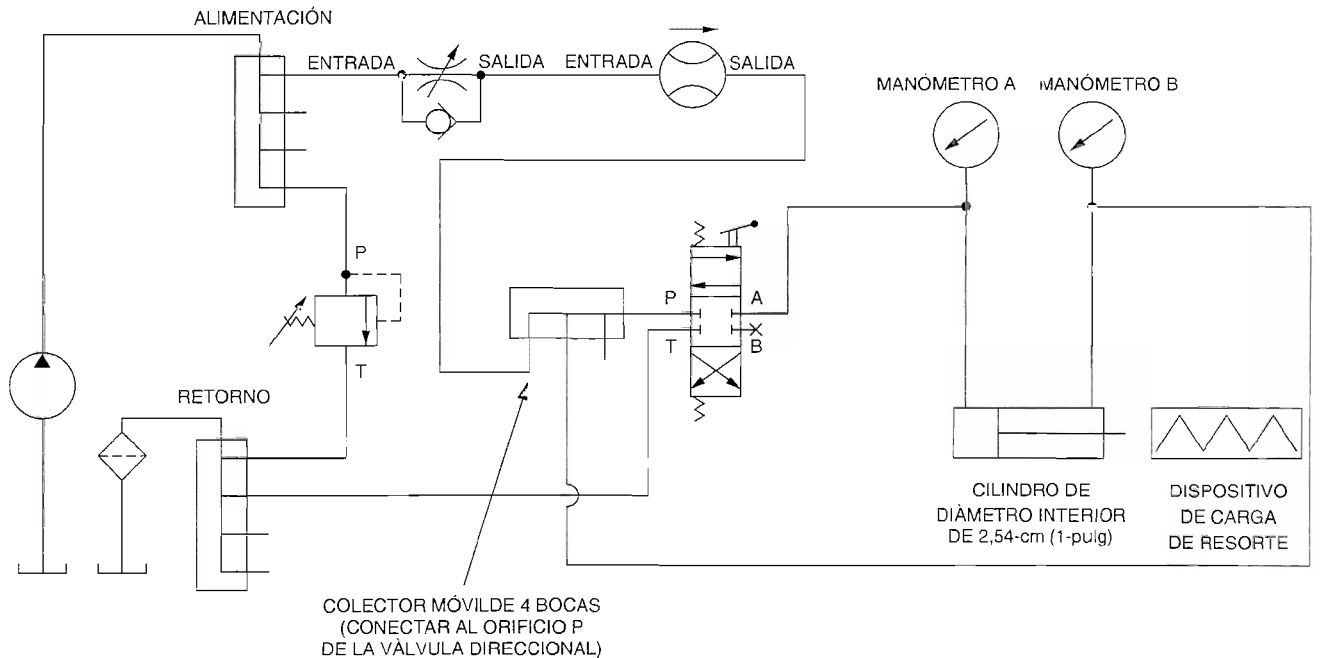

Figura 3-19. Cilindro en un circuito regenerativo.
- 1. Conecte el circuito mostrado en la Figura 3-19. En este circuito, la válvula de control de flujo no compensada será utilizada para reducir el flujo en el circuito, de manera que la velocidad del cilindro sea más fácil de cronometrar. La válvula podría no ser utilizada en circuitos regenerativos industriales de este diseño.
- 21. Cambie su circuito a circuito regenerativo. Para realizar esto, desconecte el vástago del cilindro del orificio B de la válvula direccional, después conecte el extremo vástago al colector de 4 bocas instalado en el orificio P de la válvula direccional, como se muestra en la Figura 3-19.
- 22. Desconecte el cilindro de diámetro interior de 2,54 cm (1 pulg) del circuito. Retire el cilindro de su adaptador, desenroscando su anillo de retención. Asegúrese de que el extremo (punta tipo bala) esté retirado del extremo vástago del cilindro. Enrosque el cilindro en el dispositivo de carga. Después, reconecte el cilindro en el circuito como se muestra en la Figura 3-19.